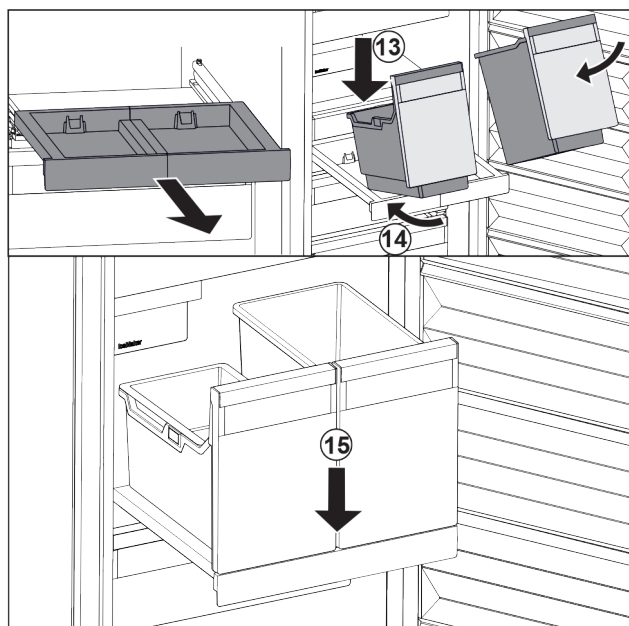

Fig. 39
- ▶ Założyć pojemnik pod skosem na wysuwaną półkę. Fig. 39 (13)
- ▶ Wsunąć pojemnik pod skosem do tyłu. Fig. 39 (14)
- ▶ Osadzić pojemnik z przodu. Fig. 39 (15)